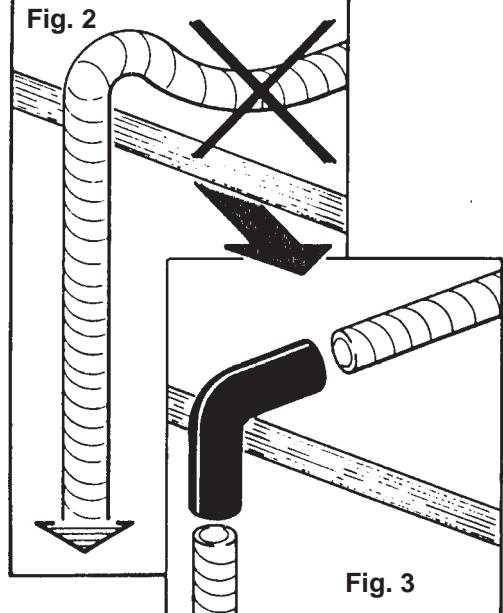
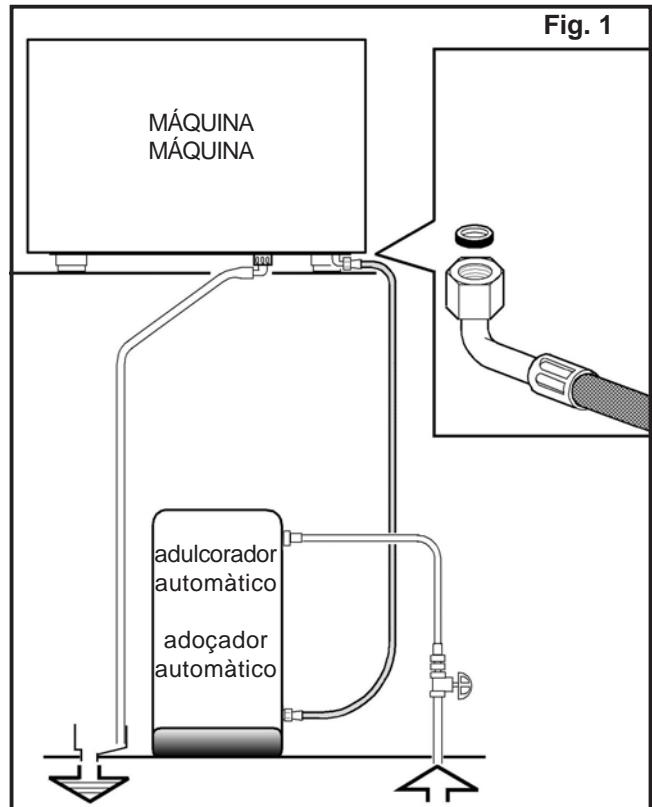

Fig. 3
Fig. 2
IMPORTANT: The disposal tube must NOT bend as in Figure 2. See Figure 3 for correct positioning.
IMPORTANT : dans les tournants, le tube de décharge NE DOIT PAS apparaître comme sur la Fig. 2; dans ce cas, procéder comme indiqué sur la Fig. 3.
WICHTIG: Der Abläffschlauch darf nicht wie in Abb. 2 gezeigt gekrümmmt werden; setzen Sie bei Krümmungen ein entsprechend gebogenes Rohr ein (Abb. 3).
- Au cas où une modification du raccordement monophase de (Y) avec (Δ) serait nécessaire, intervenir en suivant les schémas indiqués dans la figure 2.
- If the connection between (Y) and (Δ) needs to be changed, follow the instructions in the diagrams in Figure 2.
- Die Geräte sind für folgende Anschlußarten vorgesehen: Normalerweise Stern-Verbindung (Y).
- Gehen Sie zur Modifikation der Verbindung zwischen (Y) und (Δ) wie in der Abbildung 2 dargestellt vor.